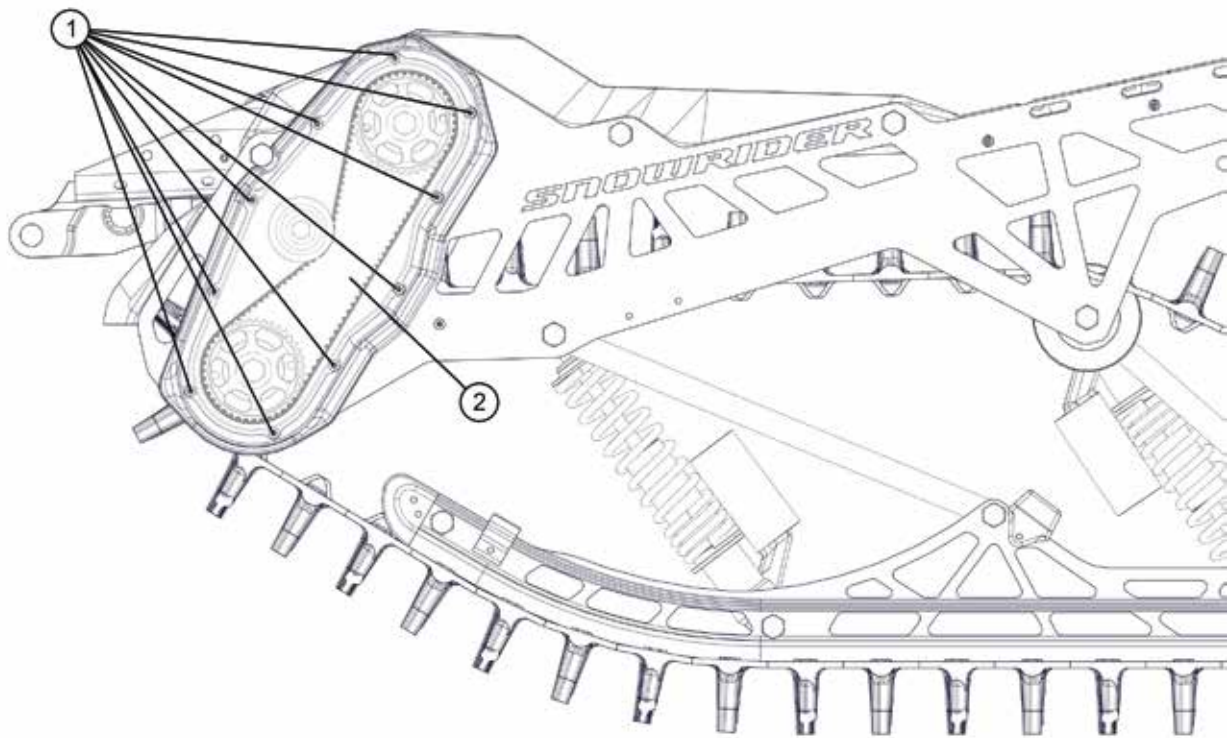
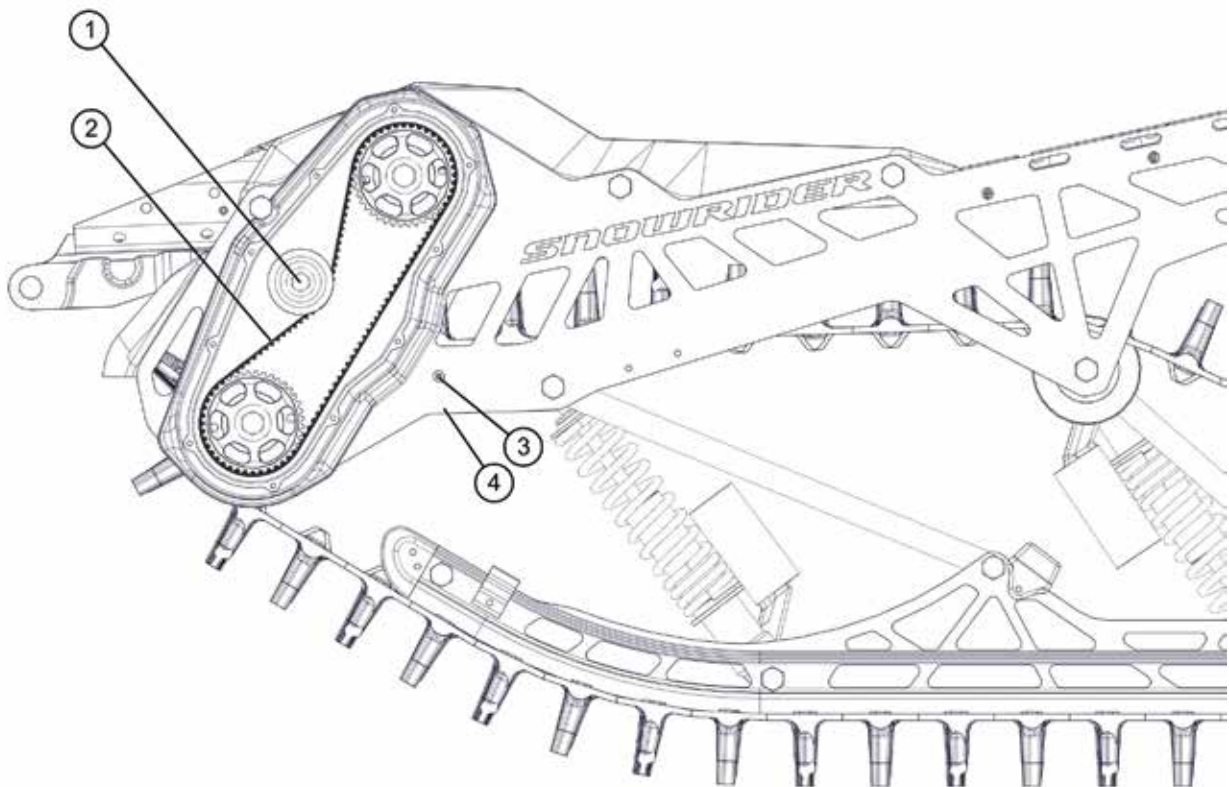

Рис.1
Рис.2
Открутите болты (1) и снимите крышку редуктора (2) (Рис. 1). Для установки/извлечения ремня ослабьте болт натяжителя ремня (1) и фиксатор винта натяжителя (3), вращайте регулировочный винт натяжителя (4) против часовой стрелки (винт находится с внутренней стороны тоннеля) до тех пор, пока ремень (2) не может быть свободно установлен на шкивы/снят со шкивов (Рис. 2). Вращая регулировочный винт натяжителя (4) по часовой стрелке добейтесь предварительной натяжки, при которой ремень (2) плотно сидит на шкивах без видимых прослаблений. Для точной регулировки степени натяжения ремня выполните рекомендации, описанные в пункте 3 данного раздела инструкции.
После настройки натяжения затяните фиксатор винта натяжителя (3) и болт натяжителя ремня (1) (Рис. 2). Установите крышку редуктора (2) и закрутите болты (1) (Рис. 1).
3. Для точной настройки натяжения ремня гусеничного комплекта WENDIGO вам потребуется установить и запустить приложение MySNOWRIDER на вашем смартфоне. Потребуется снять крышку редуктора. Установите телефон микрофоном на корпус редуктора, как показано на рисунке 3 или в другое положение, обеспечивающее надежную передачу звуковых колебаний от корпуса редуктора на корпус смартфона. Пальцем оттяните ремень и резко отпустите его. Смотрите на показания приложения. Для регулировки натяжения ослабить болт натяжителя (1) на 1/4 оборота, ослабить фиксатор винта натяжителя (3) (Рис.2).
- В случае, если стрелка тензомера оказывается в секторе «слабо» вам необходимо натянуть ремень (2) вращая регулировочный винт (4) по часовой стрелке. Для проверки натяжения через приложение закрутить болт натяжителя (1) до конца, но не затягивать.
- В случае, если стрелка тензомера оказывается в секторе «сильно» вам необходимо ослабить ремень (2) вращая регулировочный винт (4) против часовой стрелки. Для проверки натяжения через приложение закрутить болт натяжителя (1) до конца, но не затягивать.
- После завершения регулировки затяните болт натяжителя (1) с моментом 40Нм, затяните фиксатор регулировочного винта, установите крышку редуктора на место, закрутите болты крышки.